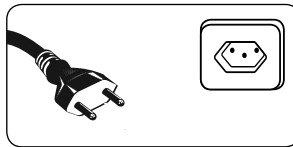

FIGURA 8.1 - CONEXIÓN DEL PLUG A LA RED DE ENERGÍA
La Figura 8.1 muestra la conexión plug-entrada de energía. Para su seguridad contra choques eléctricos, solamente utilice su pistola de pintura en instalaciones con disyuntor diferencial residual (DR) de 30 mA. Si es necesario contrate un electricista de su confianza y solicite la instalación de este componente de seguridad.